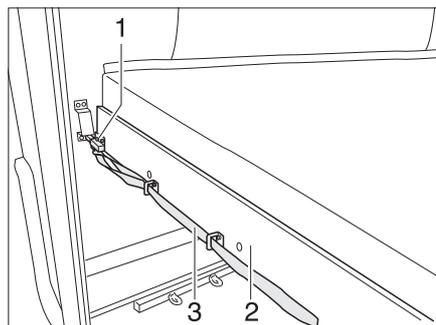

Bild 124 Etagenbett (Heck)
- An der Schlaufe (Bild 124,3) ziehen und den Riegel (Bild 124,1) lösen.
- Den Lattenrost (Bild 124,2) mit der Matratze nach vorn ziehen, bis er einrastet.